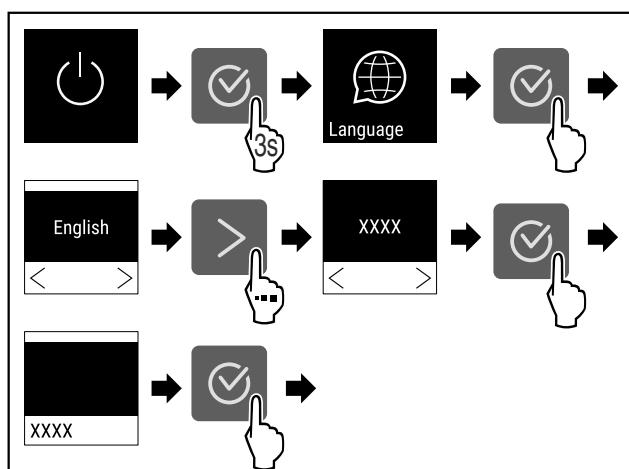

Fig. 52
- Провести етапи операцій (див. Fig. 52).